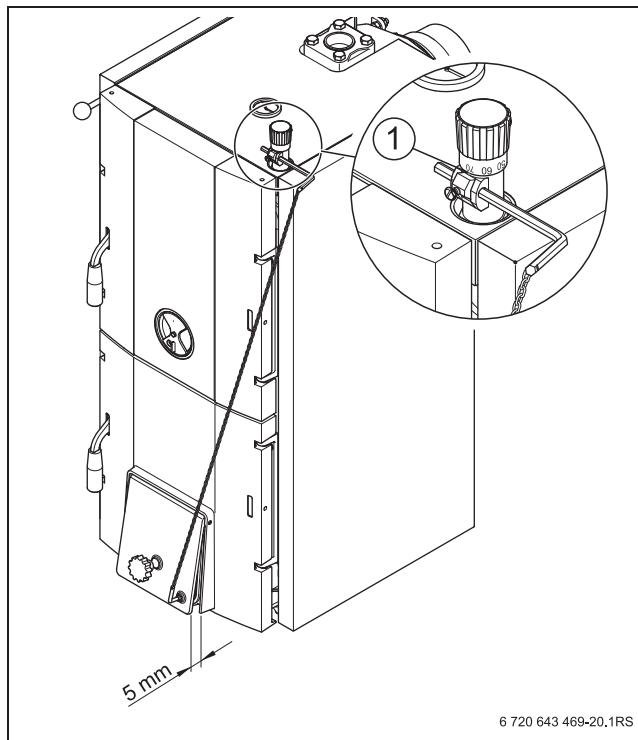

Рис. 4 Настройка регулятора горения
- ▶ Регулировка производится по красной шкале регулятора горения. Установите регулятор горения на красную метку (85°C) (→ рис. 4).